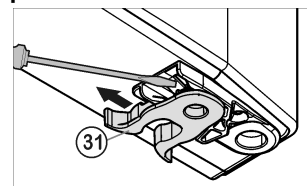

Fig. 10
- ▶ Permuter la pince élastique *Fig. 10 (31)* : appuyer sur l'ergot puis retirer la pince élastique.